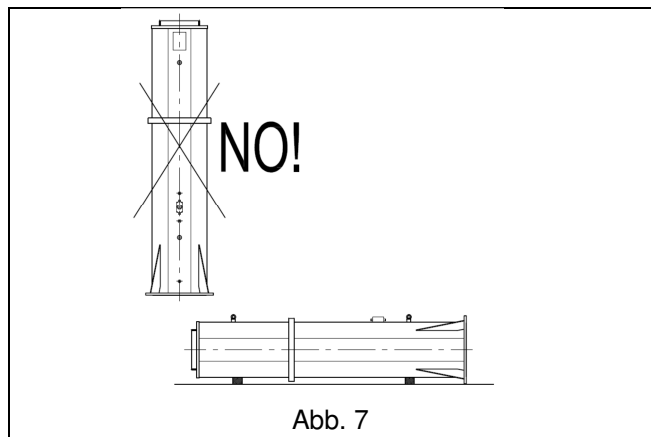

Abb. 7
• Das Handling der Kranteile und des entsprechenden Zubehörs muss äußerst vorsichtig und mit angemessenen Hub- und Beförderungsmitteln erfolgen, so dass keine Gefahr durch einen Stabilitätsverlust erzeugt wird. • Alle Teile oder Komponenten müssen in allen Handling-, Transport- und Lagerungsphasen stabil positioniert oder befestigt werden und dürfen nicht gekippt oder in der Senkrechten oder auf einer Seite angelehnt werden (Abb. 7).